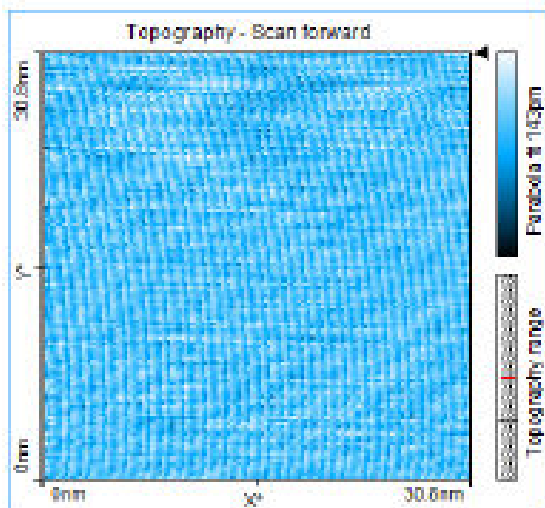

Рис. 14:
- Change размер нового диапазона сканирования около 30-50 нм (рис. 14), щелчком мыши и перетаскиванием угла квадрата. .